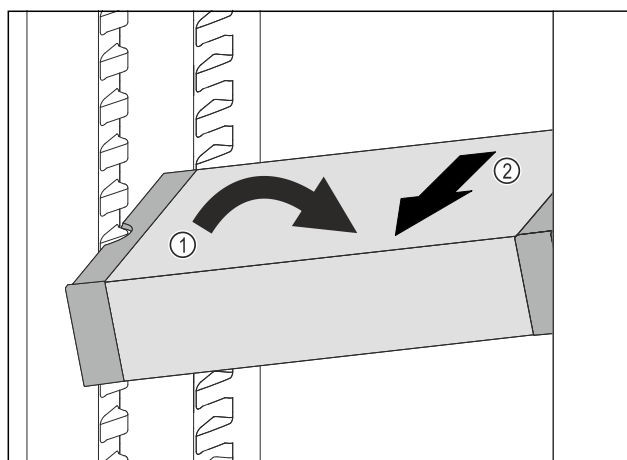

Fig. 174
- Vendosni VarioSafe pjerrtas në pjesën e ftohjes. Fig. 174 (1)
- Hiqni VarioSafe për nga përpara. Fig. 174 (2)